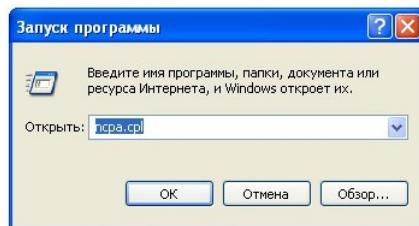

Рисунок 4.2 – Диалог «Запуск программы»
- 2) в появившемся диалоге «Запуск программы» набрать «nspa.cpl» (рисунок 4.2), нажать «OK»;